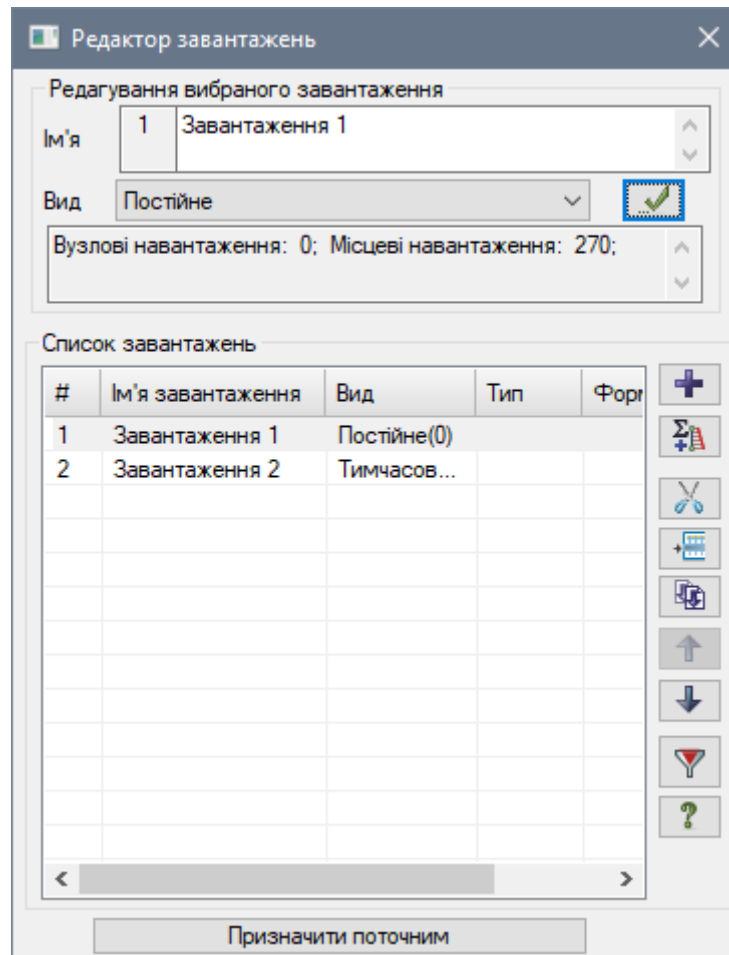

Рис. 6.16. Діалогове вікно Редактор завантажень
- Відкрийте діалогове вікно **Редактор завантажень** (рис. 6.16) натиснувши на кнопку  – **Редактор завантажень** (панель **Навантаження** на вкладці **Створення та редагування**).
Так як вид завантажень задавався в діалоговому вікні Редактор завантажень (рис. 6.16) таблицю РСЗ можна сформуванати с параметрами, прийнятими за умовчанням для кожного